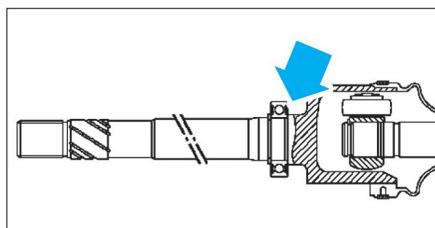

Fig. 6
- Extraire le roulement à la presse (Fig.6).